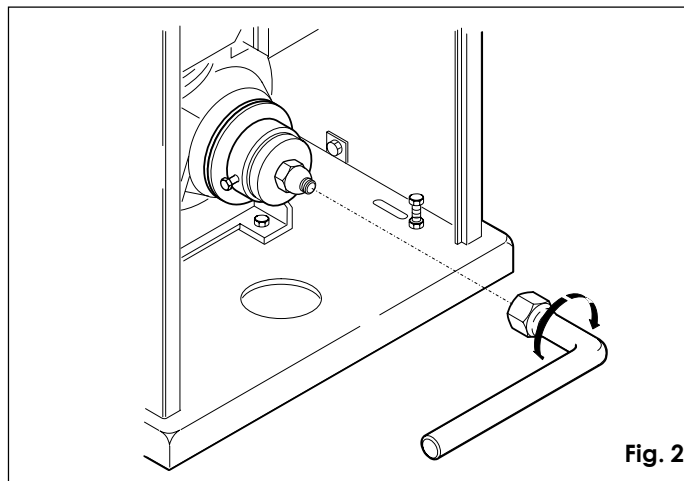

Fig. 2
- Con la chiave in dotazione svitare il dado autobloccante fino allo sblocco della frizione come indicato in fig. 2.
- Avvitare il dado autobloccante fino a battuta meccanica come in fig. 2.
- Using the key provided, undo the self-locking nut until the clutch is released as shown in fig. 2.
- Tighten the self-locking nut until it reaches the mechanical end stop as shown in fig. 2.